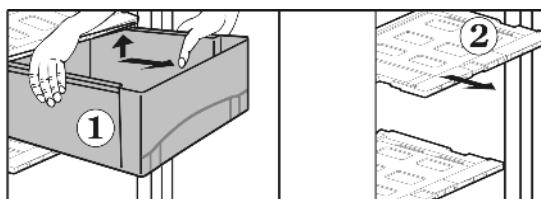

Fig. 13
► Выдвижные ящики Fig. 13 (1) извлеките до упора.
► У снятого выдвижного ящика крышку Fig. 13 (2) с регулятором влажности освободите из фиксаторов сверху, извлеките вперед.